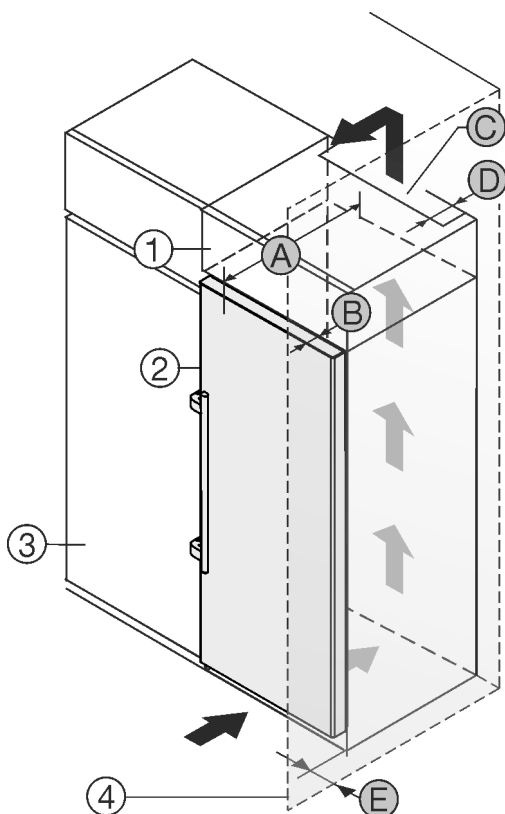

Fig. 2
- (1) Дополнительный шкафчик \*
- (2) Устройство \*
- (3) Кухонный шкаф \*
- (4) Стена \*
- (A) Глубина устройства \*
- (B) Глубина двери \*
- (C) Вентиляционное сечение \*
- (D) Расстояние до обратной стороны устройства \*
- (E) Расстояние до стороны устройства \*
Вы можете установить устройство непосредственно рядом с кухонным шкафом Fig. 2 (3).\*
На задней стенке дополнительного шкафчика должен быть вентиляционный канал с глубиной Fig. 2 (D) по всей ширине этого шкафа.\*
Нужно соблюдать вентиляционное отверстие Fig. 2 (C) под нижней панелью.\*
Если устройство устанавливается на шарнирах у стены Fig. 2 (4), то расстояние между устройством и стеной должно быть не менее 57 мм . Это соответствует расстоянию, на которое выступает ручка при открытой дверце.\*
Чтобы можно было полностью открыть дверь, устройство должно выступать на глубину двери Fig. 2 (B) относительно передней стенки кухонного шкафа. В зависимости от глубины кухонных шкафов Fig. 2 (3) и использования пристенных распорок устройство может выступать и больше.\*